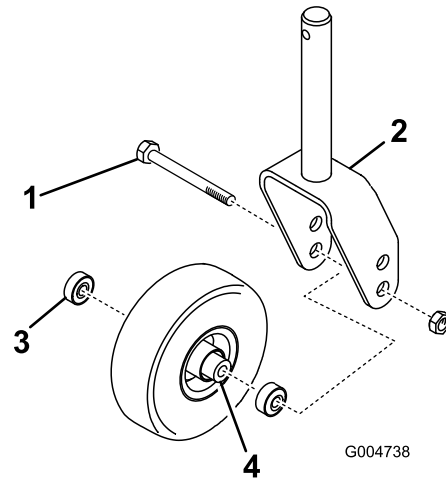

Figura 28
1. Retire la contratuerca del perno que sujeta el conjunto de la rueda giratoria en la horquilla (Figura 28). Sujete la rueda giratoria y retire el perno de la horquilla o del brazo de pivote.
2. Retire el cojinete de la rueda y deje que se caiga el suplemento del cojinete (Figura 28). Retire el cojinete del otro lado de la rueda.